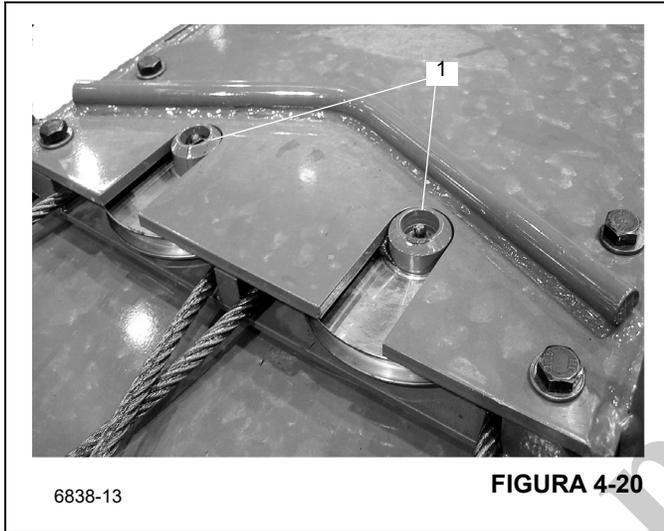

FIGURA 4-20
junto de poleas de los cables sincronizadores (1), (Figura 4-20). Coloque el conjunto con los cables encima de la sección central exterior.